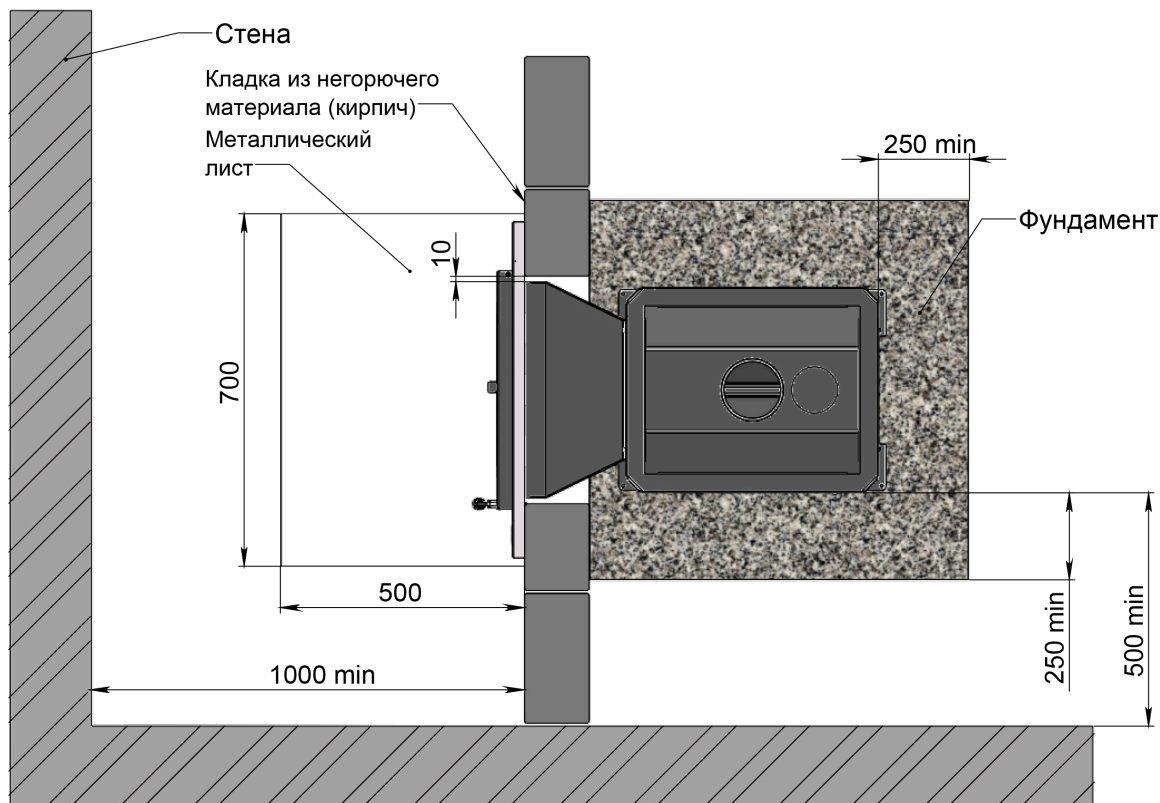

Рис. 3 Схема установки печи **ALLEGRO** (вид сверху)
Передняя и боковая поверхность печи могут располагаться на расстоянии не менее 50 мм от стены, сделанной из негорючих материалов (рисунок 3).
2. Установить печь со стороны парильного помещения так, чтобы топливный канал прошел сквозь отверстие, предусмотренное в стене (рис. 3, 4).